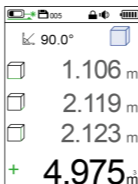

Abbildung 8 Zweites gemessenes Volumen
Schritt 3: Wiederholen Sie Schritt 1, um das zweite Volumen zu messen, und das Ergebnis ist in Abbildung 8 dargestellt;